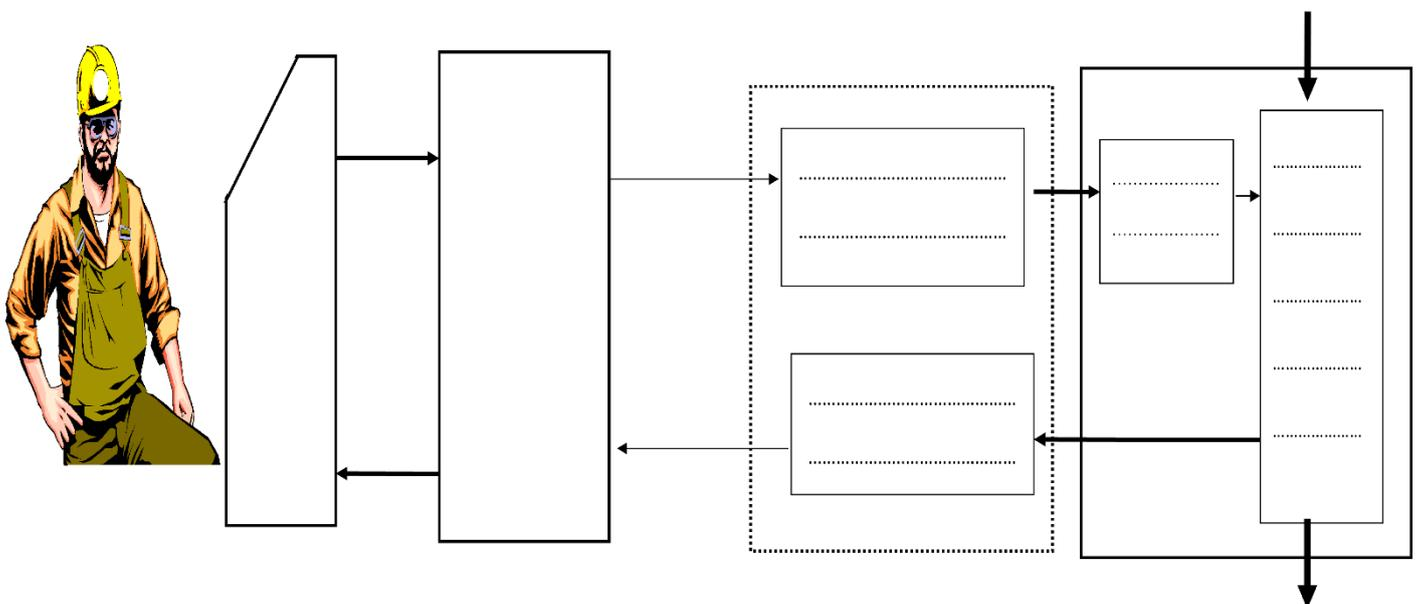

Figure 3
- 6- Compléter le schéma structurel du système de chargement / déchargement des deux chariots (Figure 3).